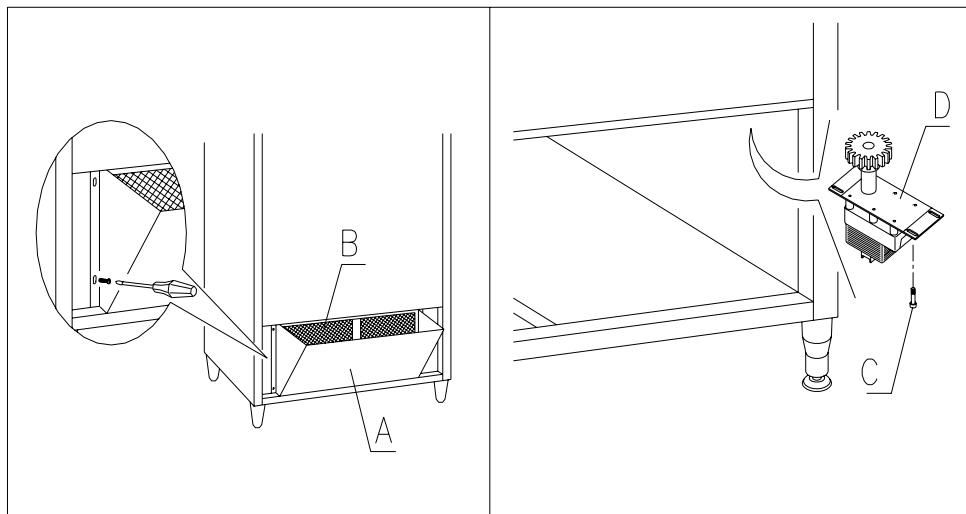

Abb. 18
8.10 AUSTAUSCH GETRIEBEMOTOR SÄULENDREHUNG ABB. 18 ⚒⚠